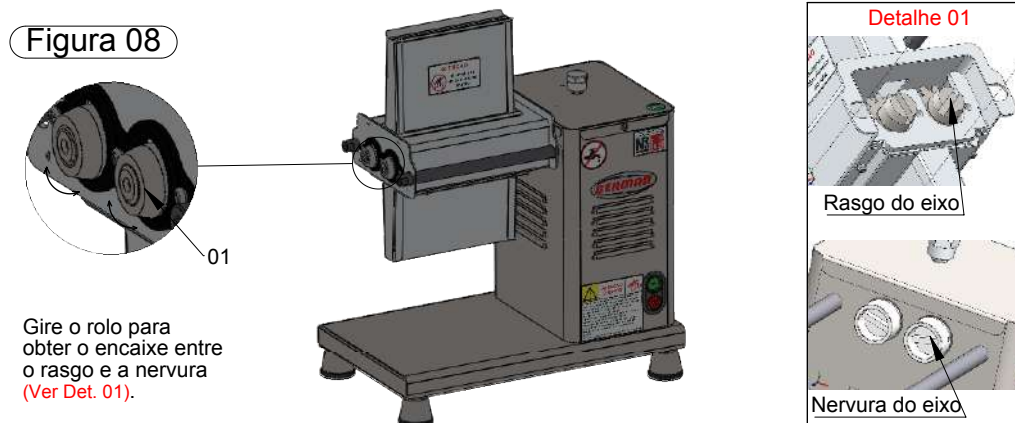

Figura 08
2.4.4 Gire, empurrando os rolos (item 01, figura 08) contra o eixo arrastador até encaixar os rasgos dos rolos nas nervuras do eixo arrastador (ver detalhe 01). Observe a posição de encaixe, note que a nervura deve encaixar dentro do rasgo (ver detalhe 01).